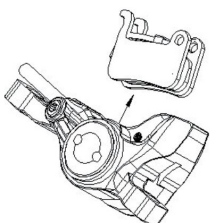
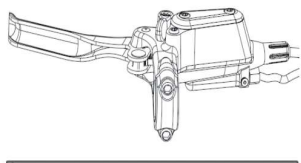

Abbildung 2-5 Entnahme/Montage der Bremsbeläge und Zubehörteile
Abbildung 2-6 Bremsflüssigkeitsbehälter parallel zum Boden ausgerichtet
- ② Nehmen Sie das Rad ab und entfernen Sie die Bremsbeläge aus dem Bremssattelkörper (wie in Abbildung 2-5 gezeigt).
- ③ Reinigen Sie den Kolben und seine Umgebung gründlich.
- ④ Stellen Sie das Fahrrad so auf, dass der Bremsflüssigkeitsbehälter waagrecht zum Boden steht, und schrauben Sie den Verschluss des Behälters ab (wie in Abbildung 2-6 gezeigt).
- ⑤ Drücken Sie den Kolben bis zum Anschlag nach unten, ohne ihn zu verkanten oder hervorstehen zu lassen (Bremsflüssigkeit könnte aus dem Behälter austreten, seien Sie vorsichtig).
- ⑥ Montieren Sie die neuen Bremsbeläge und setzen Sie das Rad wieder ein.
- ⑦ Betätigen Sie den Bremshebel mehrmals, um sicherzustellen, dass er unter Druck steht.
- ⑧ Stellen Sie sicher, dass die Bremsbeläge die Bremsscheibe nicht behindern, und befestigen Sie das Rad sicher.
- ⑨ Ziehen Sie den Verschluss des Bremsflüssigkeitsbehälters fest und bringen Sie den Bremshebel wieder in die ursprüngliche Fahrposition.
Wenn die Bewegung des Kolbens im Bremssattelkörper ungleichmäßig ist oder die Bremsbeläge die Bremsscheibe behindern, befolgen Sie die Schritte zum Austausch der Bremsbeläge (wie in Abbildung 2-5 gezeigt).